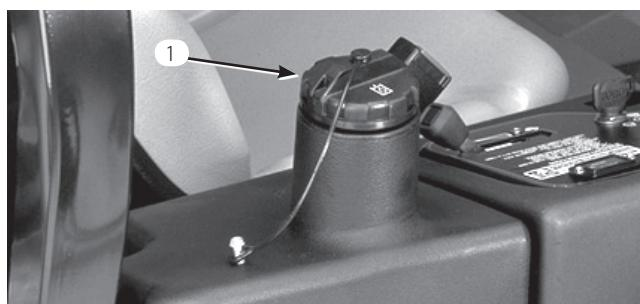

図 30
2. 油圧タンクの補給口の周辺をきれいに拭く（図30）。給油口からキャップを取りる。